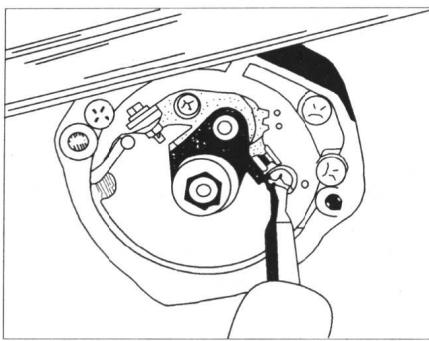

图 1-5 将触点固定螺钉拧松
(5) 用螺丝刀将触点的固定螺钉稍微拧松一点，如图 1-5 所示。